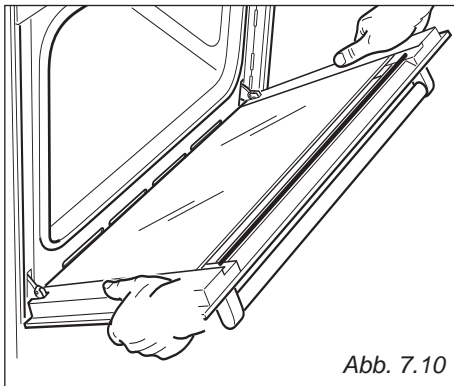

Abb. 7.10
- Die Tür wie in der Abbildung 7.10 gezeigt, fassen.